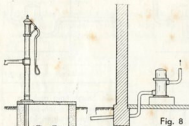

Fig. 8
8. Wenn mehrere Pumpen aus einem Brunnen saugen, getrennte Saugleitung für jede Pumpe anordnen. Falls nicht möglich, Anordnung nach Fig. 8 und 9 wählen. Zwischenventile einbauen, Luftsäcke vermeiden!